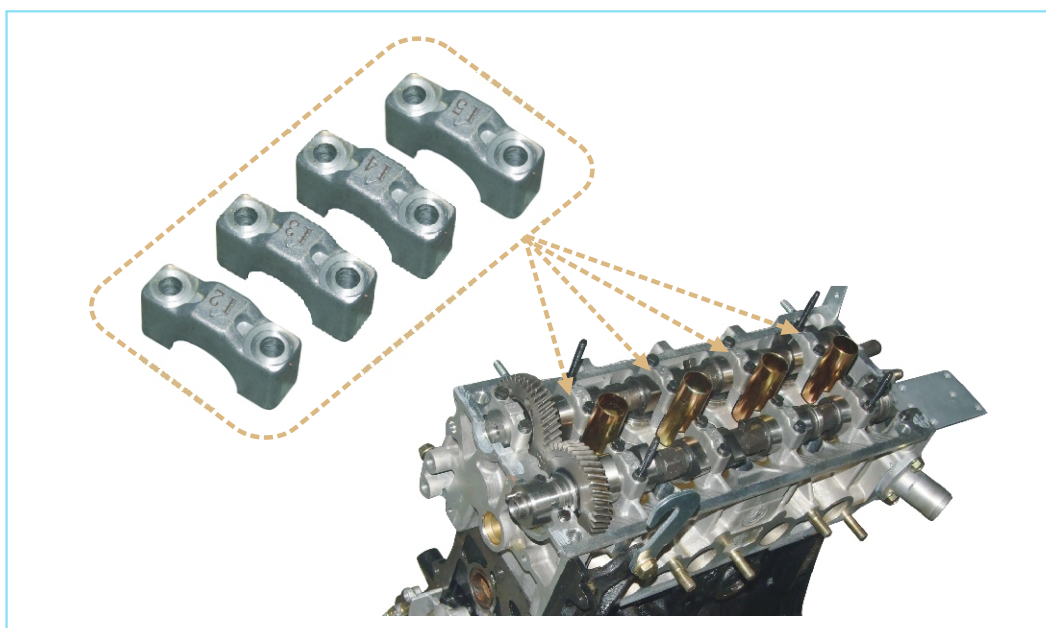

图2-116 安装轴承盖
- e. 将4个轴承盖按箭头和顺序号分别安装在相匹配的位置上（图2-116）。